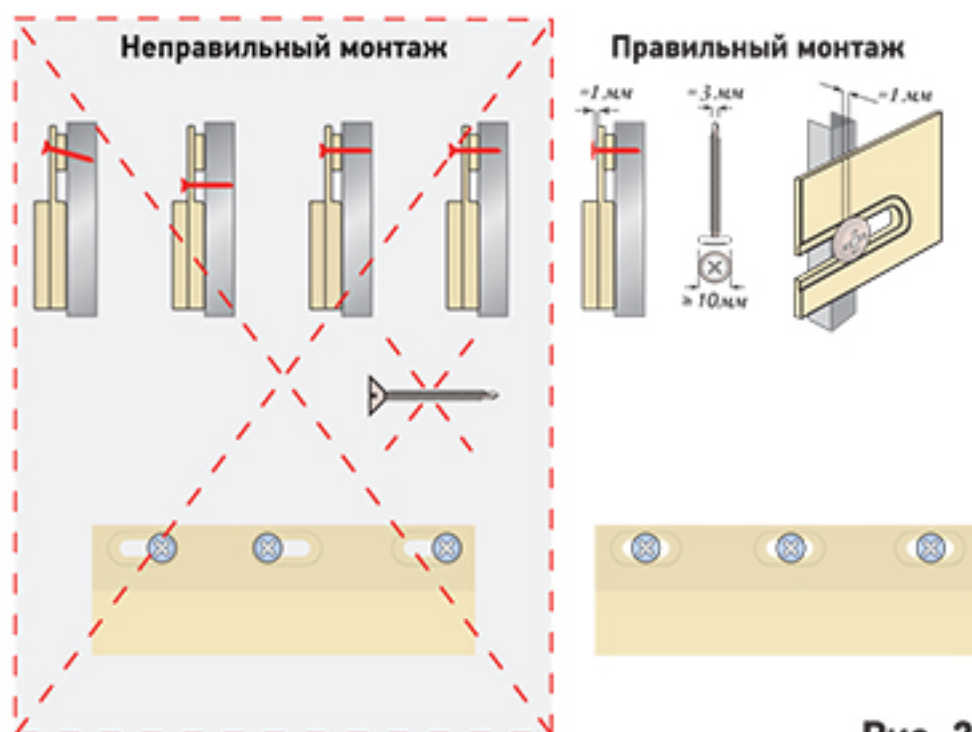

Рис. 2
- Закрепите фасадный J-профиль по аналогии с монтажом всех используемых элементов системы (Рис. 2). Для того, чтобы завести панель в универсальный J-профиль, его достаточно отогнуть.
■ Установите нижнюю часть панели на стартовый профиль и закрепите её саморезами в гвоздевых отверстиях, руководствуясь рекомендациями (Рис. 2). Следующая панель устанавливается на стартовый профиль аналогично первой и заводится в первую панель до касания с термокомпенсаторами.
■ Закрепите вторую панель на обрешетке, руководствуясь рекомендациями (Рис. 2). Последующие панели устанавливаются аналогично.